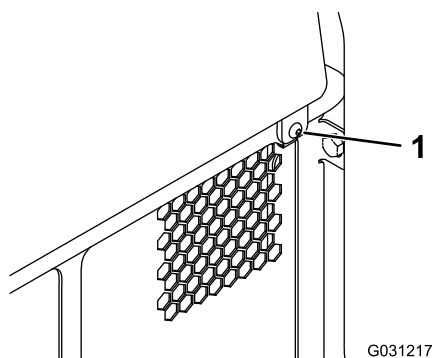

Figura 38
1. Togliete il dispositivo di fissaggio (Figura 38).
2. Sollevate il portello di accesso posteriore per accedere ai componenti interni (Figura 38).